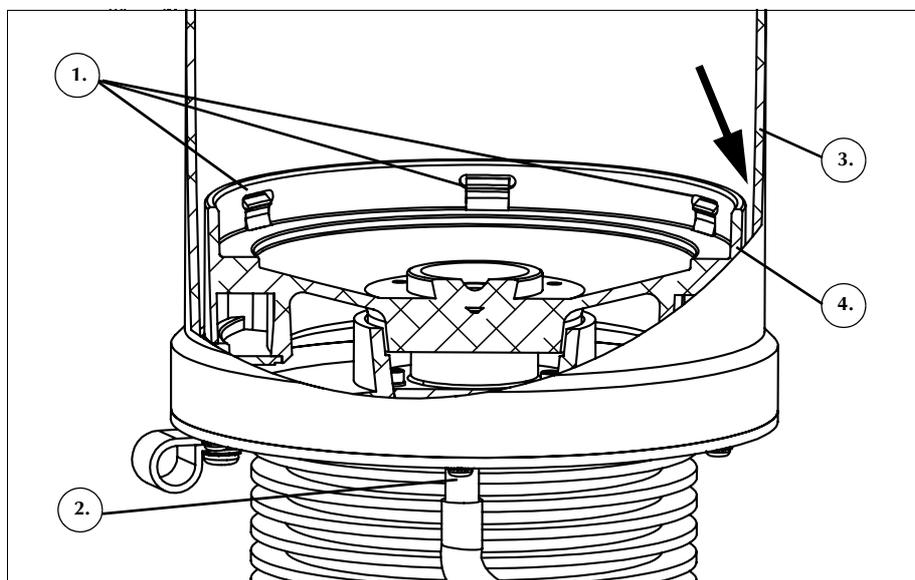

Figura 78, irrigación de los orificios de drenaje de la centrífuga
8. Utilice una jeringa de 60 cc para irrigar los orificios de drenaje de la centrífuga con agua. Dirija el líquido al espacio que hay entre el plato y la pared de la centrífuga (consulte Figura 78).